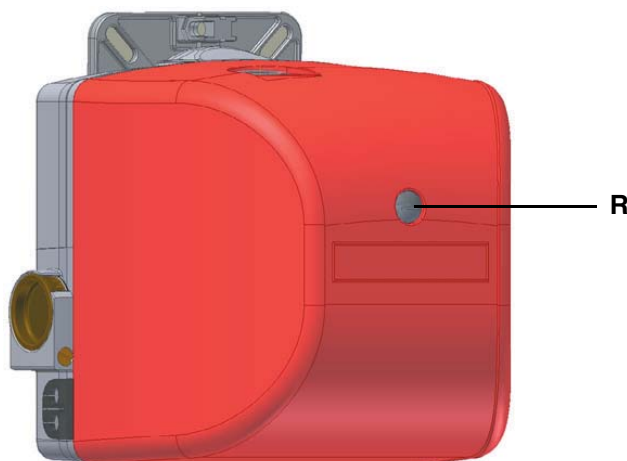

Рис. 15
- 2 запустить горелку, установив на **ON** главный выключатель **A** котла: в случае блокировки нажать кнопку **RESET (C)**, находящуюся на крышке горелки (См. Рис. 15);.